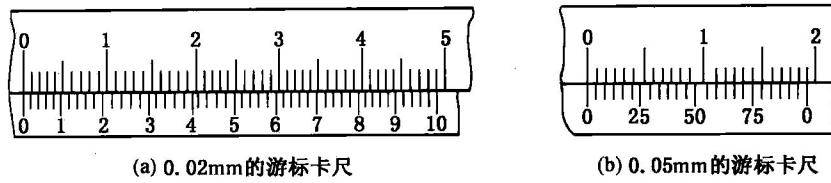

图 1-5 游标卡尺的刻线原理
常用游标卡尺的测量精度按游标每格的读数值有  $0.02\text{mm}$  ( $1/50$ ) 和  $0.05\text{mm}$  ( $1/20$ ) 两种, 如图 1-5 所示。
① 读整数。在尺身上读出位于游标零线左边最接近的整数值 ( $\text{mm}$ )。
② 读小数。用游标上与尺身刻线对齐刻线的格数, 乘以游标卡尺的测量精度值, 读出小数部分。
③ 求和。将两项读数值相加, 即为被测尺寸 (工件的尺寸 = 尺身上的整数 + 游标格数  $\times$  精度), 如图 1-5 所示。